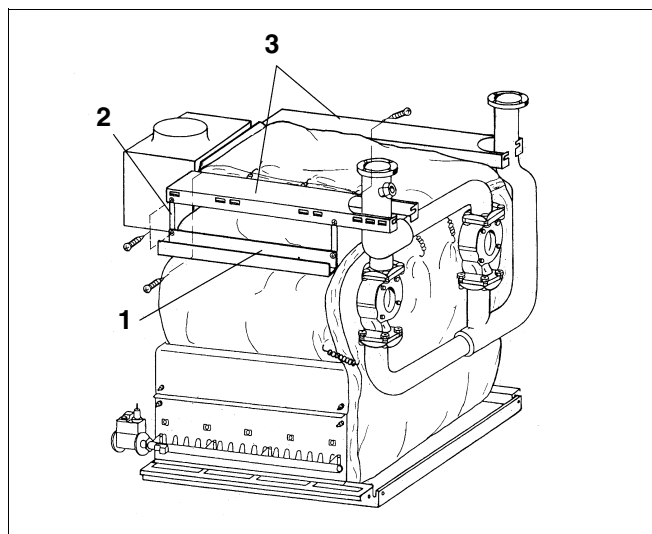

Fig. 50 Montage du capot de chaudière latéral et des chemins de câbles
- Les deux capots latéraux de la chaudière (fig. 50, **pos. 3**) sont fixés sur les consoles (fig. 50, **pos. 2**) et y sont vissés à l'aide de vis à tête plate 3,9 x 9,5.
- Visser les deux chemins de câbles (fig. 50, **pos. 1**) à l'avant et à l'arrière des consoles (fig. 50, **pos. 2**) à l'aide de vis à tête plates 3,9 x 9,5 (trou inférieur dans la console).
Pos. 4: Légende fig. 50